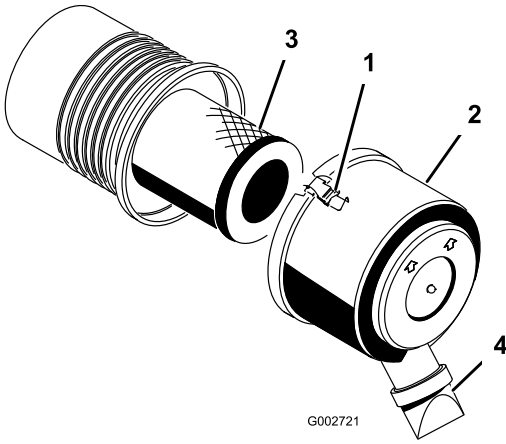

图 29
1. 松开将空气滤清器盖固定到空气滤清器壳体上的搭扣图 29。